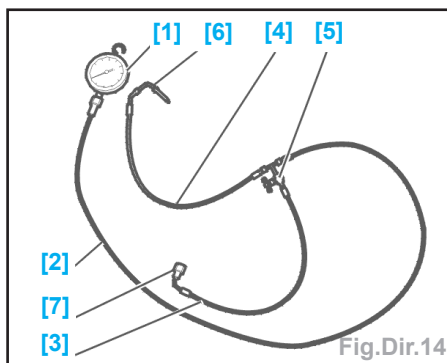

Fig.Dir.14
- Préparer l'ensemble de contrôle [1] - [2] - [3] - [4] - [5] - [6] - [7] (Fig.Dir.14).